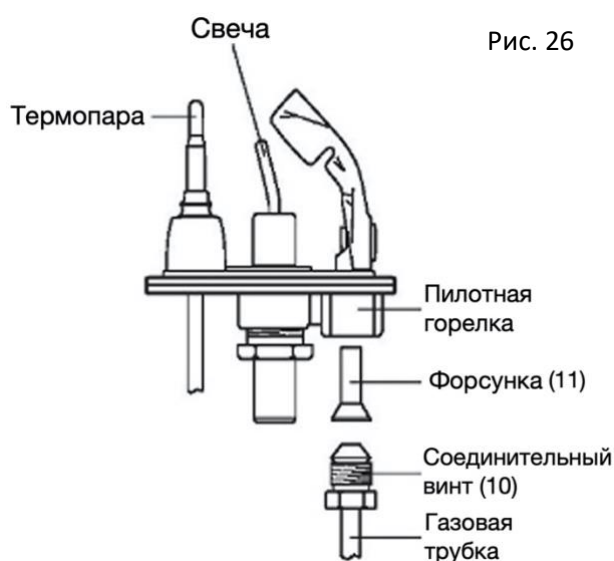

Рис. 26
- Ослабьте винт прикуривателя (рис. 26), снимите оригинальный и вставьте новое сопло.